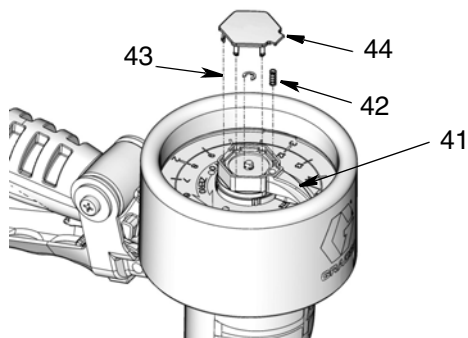

FIG. 14
2. Remova a tampa (44), o pequeno anel retentor (43), o pino direcionador (41) e a mola do direcionador (42) (FIG. 14).